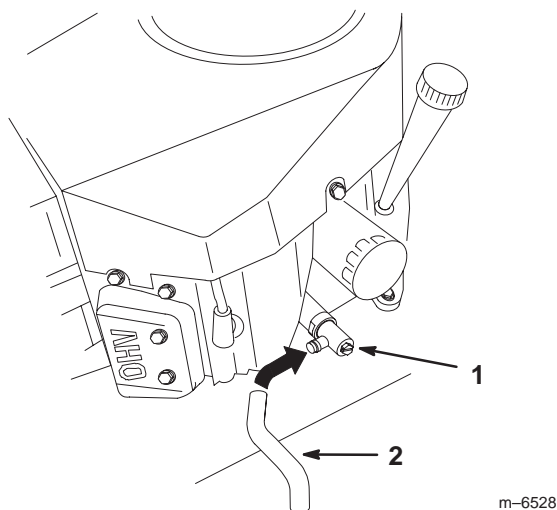

Bild 18
5. Schieben Sie die Ablassschlauch auf das Ölablassventil (Bild 18).
6. Stellen Sie eine Auffangwanne unter den Ölablassschlauch. Öffnen Sie das Ventil entweder mit einem Flachsraubenschlüssel oder einem 10 mm Schlüssel (Bild 18).
7. Drehen Sie das Ventilende entgegen dem Uhrzeigersinn, um das Ventil zu öffnen (Bild 18).
8. Drehen Sie nach dem kompletten Abfließen des Öls das Ablassventil im Uhrzeigersinn, um es zu schließen (Bild 18).